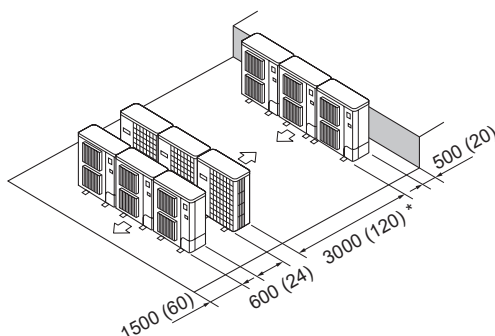

Fig. 2-17
- (6) Disposición en paralelo de varias unidades (Fig. 2-17)